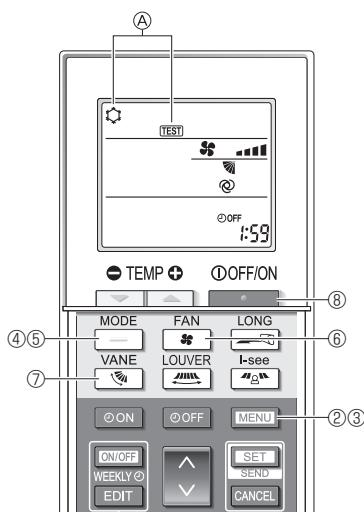

Fig. 7-5
- ① Ligue a alimentação à unidade, pelo menos, 12 horas antes do teste de funcionamento.
- ② Prima o botão **[MENU]** durante 5 segundos. (Fig. 7-5) (Efetue esta operação quando o visor do controlo remoto estiver desligado.)
- ③ Prima o botão **[MENU]**. São apresentadas a indicação **Ⓐ [TEST]** (TESTE) e o modo de funcionamento em curso. (Fig. 7-5)
- ④ Prima o botão **[—]** para ativar o modo de arrefecimento e, em seguida, verifique se saí frio da unidade.
- ⑤ Prima o botão **[—]** para ativar o modo de aquecimento e, em seguida, verifique se saí ar quente da unidade.
- ⑥ Prima o botão **[■]** e verifique se a velocidade da ventoinha muda.
- ⑦ Prima o botão **[■]** e verifique se a palheta automática funciona corretamente.
- ⑧ Prima o botão **[●]** para parar o teste de funcionamento. (Depois de decorridas duas horas, será emitido um sinal para parar o teste de funcionamento.)